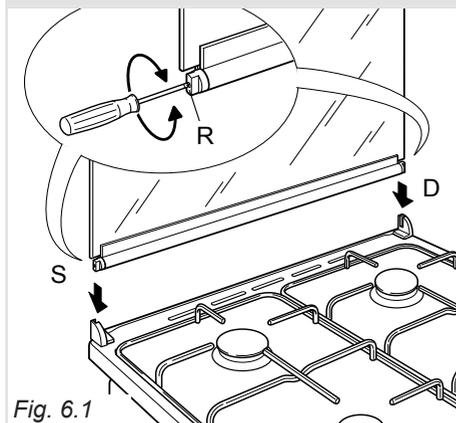

Fig. 6.1
- nella sede destra deve essere montata la cerniera con la stampigliatura "D" mentre nella sede sinistra la cerniera con la stampigliatura "S" (Fig. 6.1)
Eventualmente registrare la taratura delle molle delle cerniere ruotando le viti "R" in senso orario (fig. 6.1).